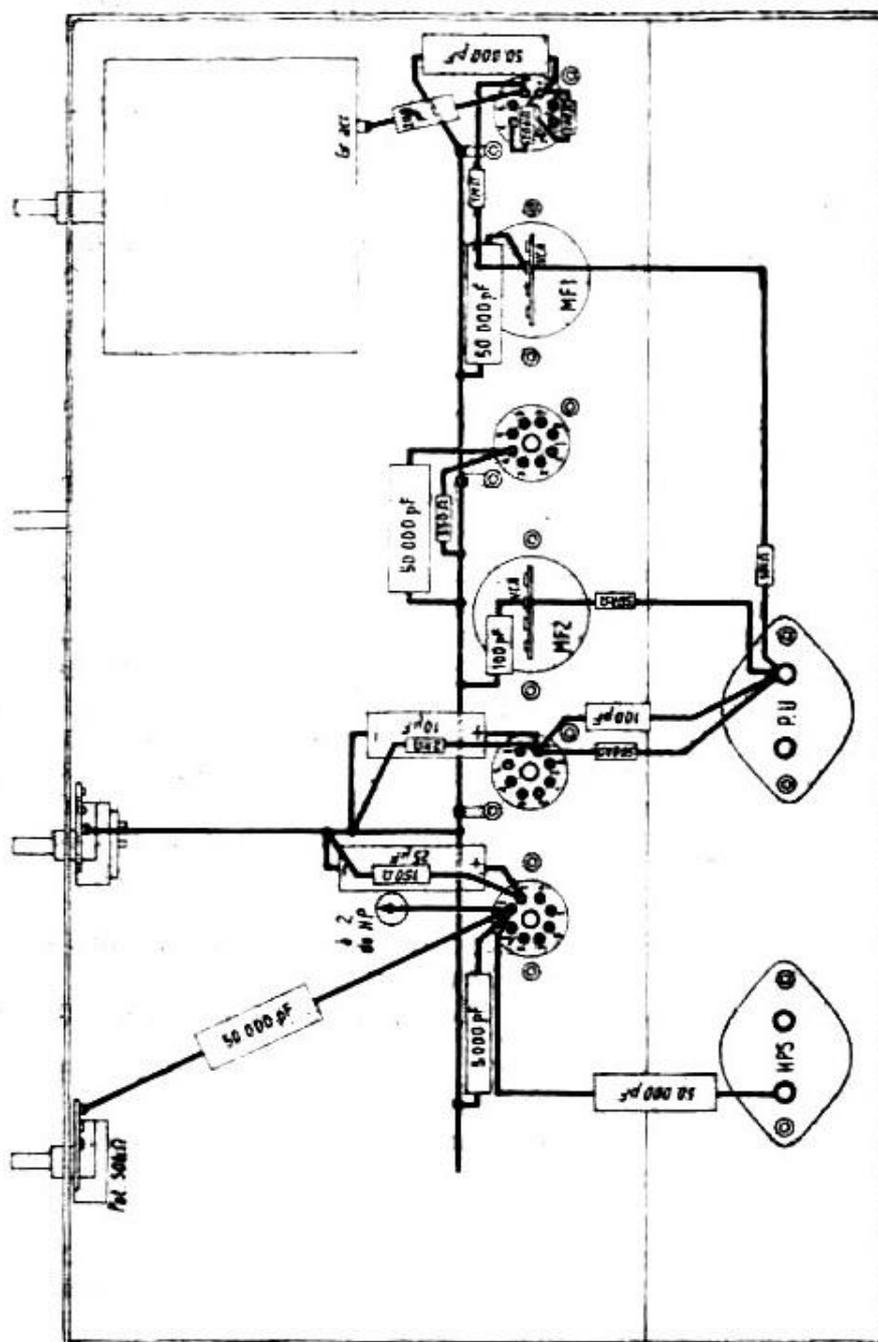

FIG. 37. — Second stage de câblage
**Second stade de câblage** (à effectuer en se reportant à la **figure 37**). — En 7 de l'ECH42, brancher